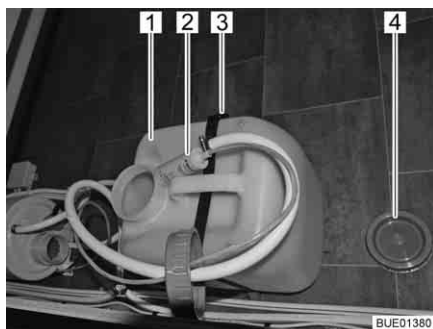

Bild 179 Vattentank 16 l
Vid transport av vattentanken: stäng den med locket (Bild 179,4).
- Drag ut vattenpumpen (Bild 179,2) ur vattentanken (Bild 179,1).
- Lossa fästremmen (Bild 179,3).